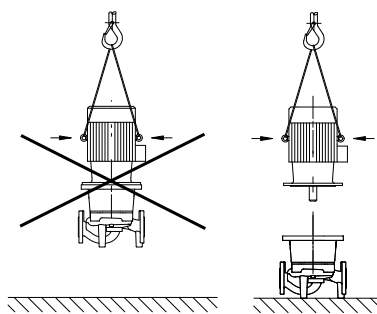

Fig. 20: Přeprava motoru
- Závěsná oka na motoru používejte jen k nošení motorové zátěže a ne k nošení celého čerpadla (Fig. 20).